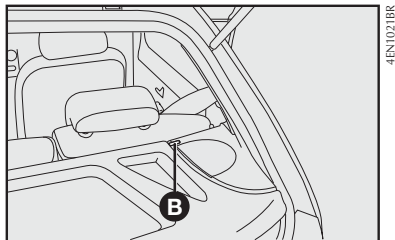

fig. 86
2) Tirar os pinos **B-fig. 86** do bagagito das respectivas sedes e removê-lo.